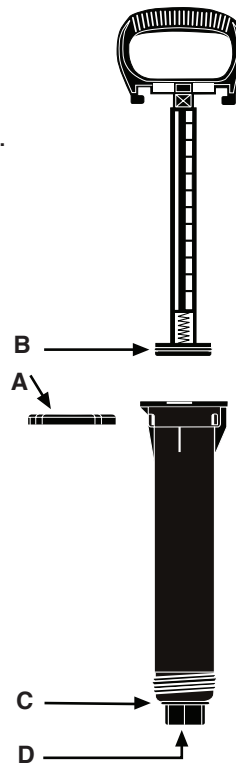

FIGURE 4
- Pour démonter une pompe avec un filetage inférieur (figure 4), pousser à fond la tige de la pompe, sortir l'agrafe (A) du côté et tirer la tige de la pompe vers le haut jusqu'au démontage complet.
- Avec la pompe démontée, vérifier que les joints d'étanchéité (B) ne sont pas endommagés. S'ils sont en bon état, essayer les particules étrangères. S'ils sont endommagés, les remplacer avec des pièces du kit de réparation. Lubrifier avec de l'huile moteur de 20 W.
- Inspecter le joint du cylindre (C). Si sale, nettoyer toutes les surfaces du joint et le bord du réservoir avec un chiffon propre sans peluche. Si fendu ou usé, remplacer en utilisant les pièces du kit de réparation.
- Inspecter le clapet antiretour (D). Si sale, nettoyer avec un chiffon sans peluche. Si usé ou fendu, remplacer en utilisant des pièces du kit de réparation.
- Réassembler en introduisant, en biais, le piston dans le cylindre de la pompe. Glisser le piston de la pompe jusqu'au bas du cylindre de la pompe et remettre en place l'agrafe de retenue (A).